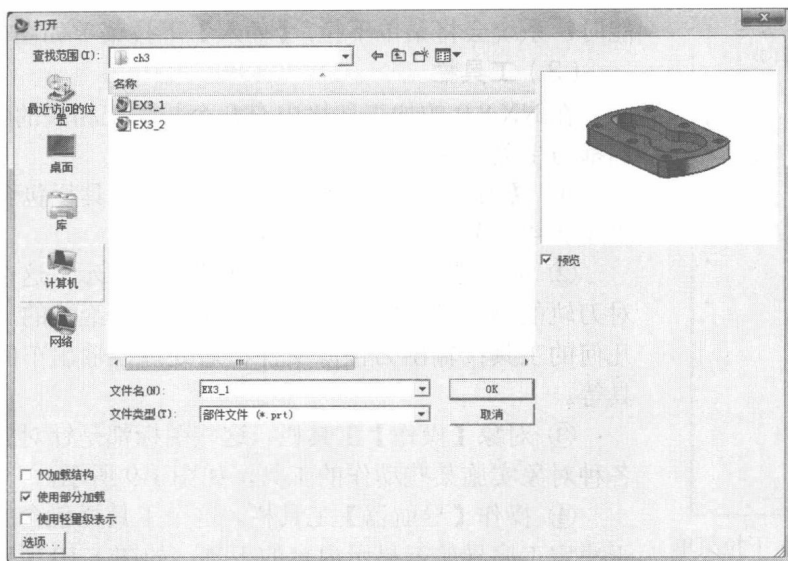

图 1-4 “打开”对话框
① 单击“打开”按钮 ，系统自动弹出如图 1-4 所示的“打开”对话框。
② 在“打开”对话框中选择需要打开的 UG CAD 模型文件或其他类型的文件，系统默认为 NX CAD 模型文件，如果是其他 CAD/CAM 软件创建的 CAD 模型文件，可以在“文件类型(T)”处选择合适的文件类型。单击“打开”对话框中的“OK”按钮。
② 在“打开”对话框中选择需要打开的 UG CAM 模型文件。单击“打开”对话框中的“OK”按钮，系统即可直接进入 CAM 模块。